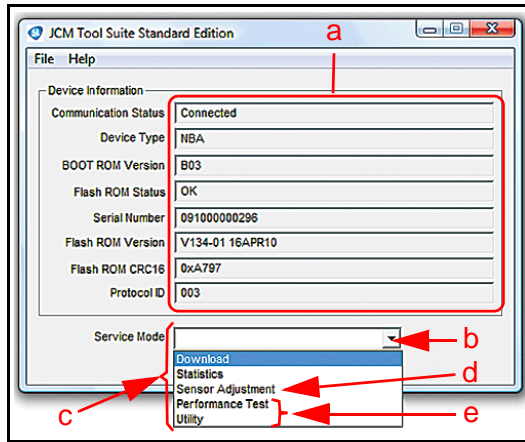

Figura 4 Pantalla del Tool Suite de JCM conectada al iVIZION
Las funciones del Service Mode (Modo de servicio) (Consulte la Figura 4 b y c) disponibles en la página informativa del dispositivo del Tool Suite de JCM (Consulte la Figura 4 a) para una unidad UBA® incluyen los siguientes tres tipos:
- Utility (Utilidad) con configuración del ICB e imágenes (solo para unidades iVIZION® [Consulte la Figura 4 e]). Si la unidad
- Sensor Adjustment (Ajuste de sensores) (Consulte la Figura 4 d)
- Performance Test (Prueba de desempeño) (solo para unidades iVIZION® [Consulte la Figura 4 e]).